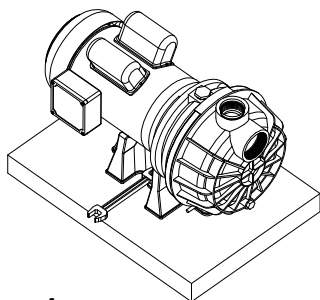

Figure 4
1. Verouiller la pompe à une fondation solide et plate (voir Figure 4).